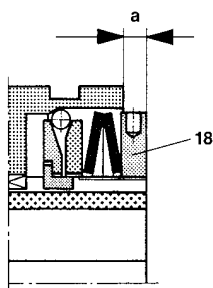

Bild 12
1. Gewindestift (19) entfernen
3. durch das Verdrehen der Einstellmutter (18) Maß "a" nach Bild 12 einstellen
4. Einstellung eventuell korrigieren, bis ein Gewindeloch für Gewindestift (19) auf eine der 4 Nabennuten trifft
5. Gewindestift (19) in Nabennute eindrehen.